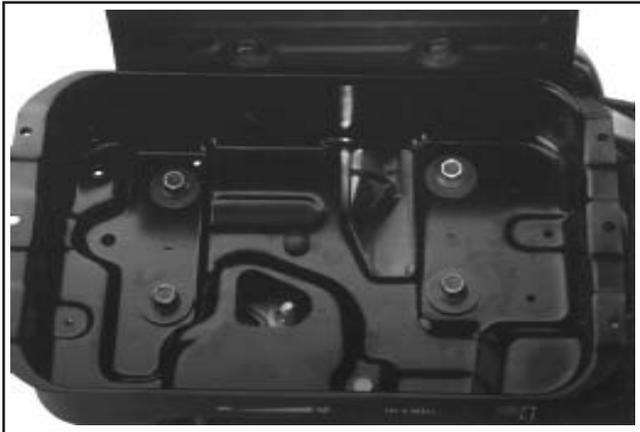

Figure 9-11. CS8.5 (spéc. 95xxxx) support du réservoir de carburant.
4. Sur les moteurs CS8.5 (spéc. 95xxxx) retirer les cinq vis et rondelles rattachant le support du réservoir de carburant au carter et la vis unique dans le support de la commande d'accélérateur. Soulever le support du réservoir de carburant. Voir la figure 9-11.